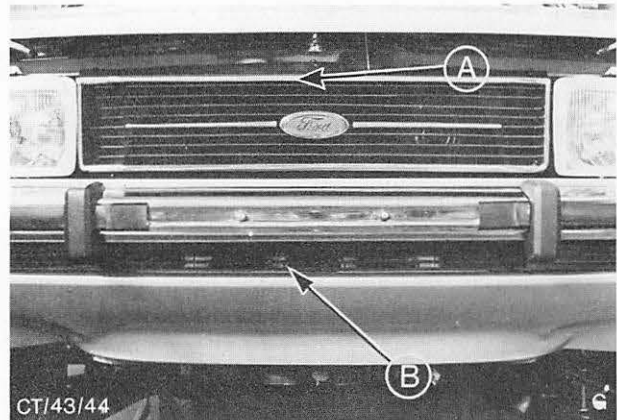

Abb. 17 A = Kühlergrill ausbauen, damit die Klemmschelle des Haubenzugs zugänglich wird
7. Kühlergrill ausbauen, Abb. 17.